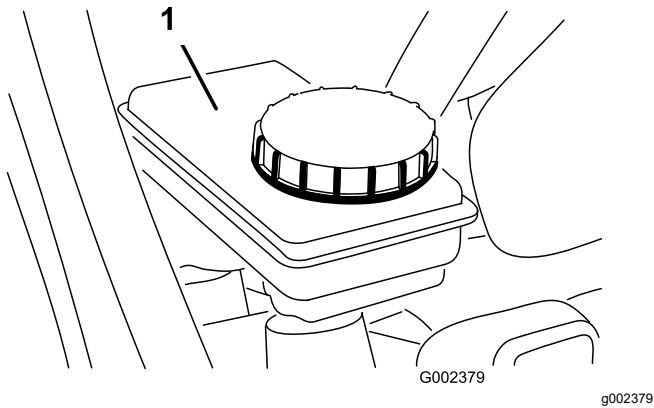

Bild 58
5. Der Flüssigkeitsstand sollte bis zur Voll-Markierung am Behälter reichen (Bild 58).
6. Wenn der Flüssigkeitsstand niedrig ist, reinigen Sie den Bereich um den Deckel, nehmen Sie den Behälterdeckel ab und füllen Sie den Behälter mit der angegebenen Bremsflüssigkeit auf den richtigen Stand auf (Bild 58).